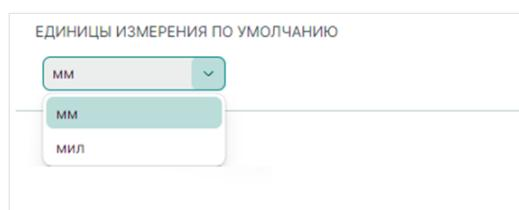

Рис. 83 Выбор единиц измерения
1. Выберите и переключите используемые единицы измерения с помощью выпадающего списка в поле «Единицы измерения по умолчанию», см. Рис. 83.